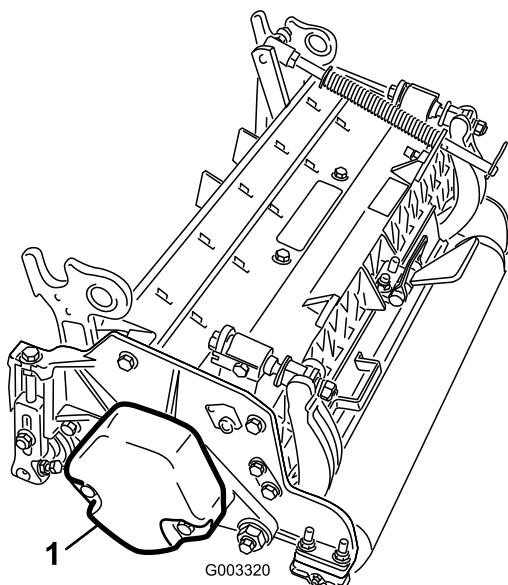

Figura 4
4. Il contrappeso (Figura 4) deve essere montato dal lato giusto dell'elemento di taglio, come descritto nel *Manuale dell'operatore* degli elementi di taglio.